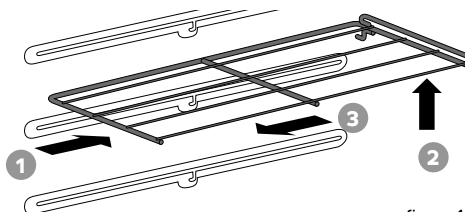

figura 1
Empurre-a até o fundo da cavidade ①, levante a parte de trás da prateleira ② até que a trava fique entre os níveis, puxe-a para frente retirando-a do forno ③ (figura 1).